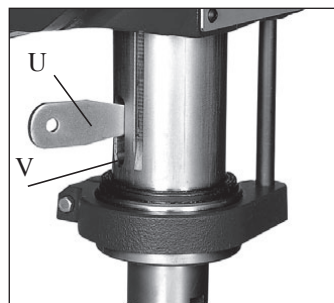

Bild 10
- Placera drivkilen (U-fig.10) i pinolens öppning (V-fig.10) och knacka på drivkilens undersida (U-fig. 10) med en hammare tills verktyget eller chuckhållaren faller ner.